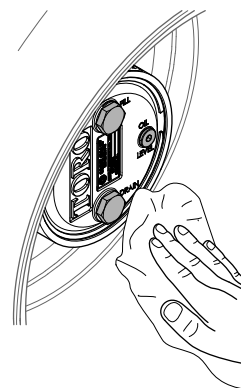

Bild 77
3. Wischen Sie das Gehäuse des Planetengetriebes und der Bremse ab (Bild 77).